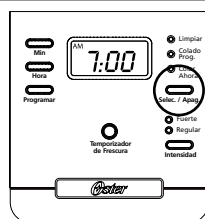

figura 7
3. Para activar el ciclo de colado programado y programar su cafetera para colar café posteriormente, oprima el botón “Selec./Apag.” dos veces para seleccionar la función de Colado Programado (Figura 7).